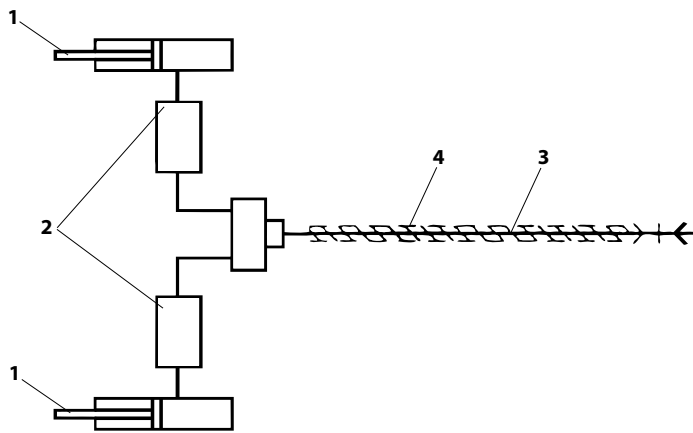

Fig. 11
4.5.1 INSTALACIÓN HIDRÁULICA ENGANCHE COSECHADORA (Fig. 11)
LEYENDA Fig. 11 (Esquema hidráulico para enganche cosechadora con un cilindro hidráulico)